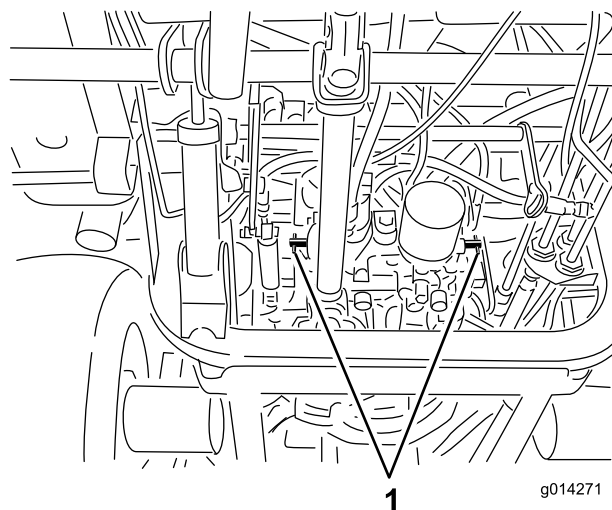

Figura 28
4. Girate ogni valvola di bypass di un giro in senso antiorario (Figura 28).
Girate ogni valvola di bypass di 1 giro in senso orario e serratela (a una coppia di 8 Nm circa) (Figura 28).